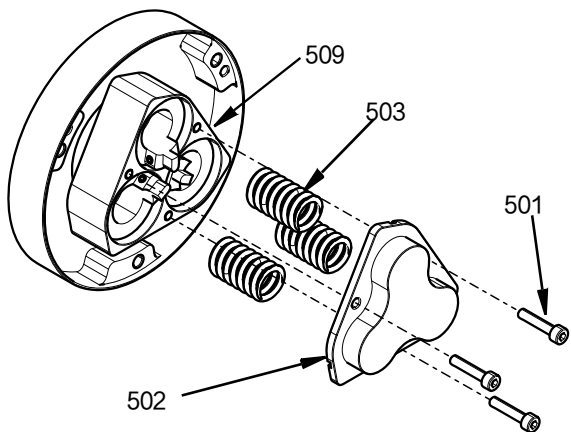

FIG. 10
2. 要接触截止阀杆 (512) 和柱塞 (506)，请先均匀地卸下三个 M4 螺丝 (501)。然后将气缸盖 (502) 与弹簧 (503) 一起拆除。参见FIG. 10。